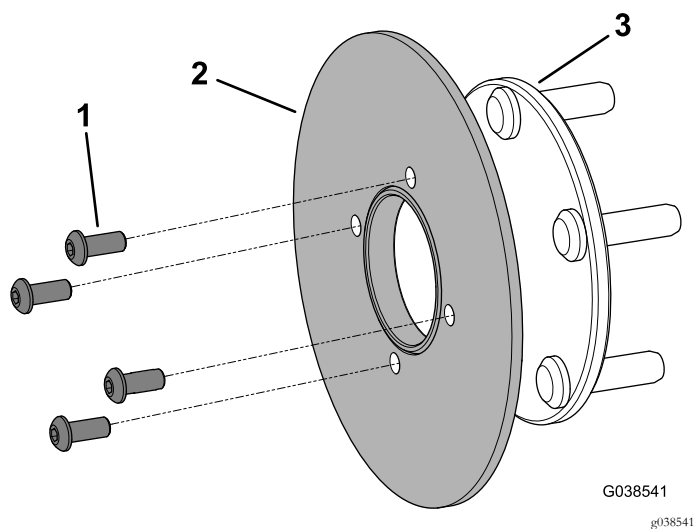

Рисунок 7
- Выверните 4 болта с внутренними шестигранниками (5/16 x 3/4 дюйма) и снимите ротор со ступицы (Рисунок 7).
6. Установите ротор на ступицу с помощью 4 болтов с внутренними шестигранниками (5/16 x 3/4 дюйма), как показано на Рисунок 7.